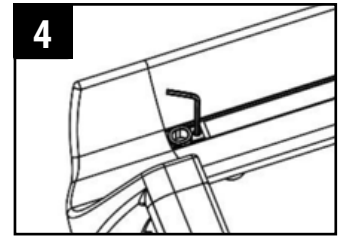

Figura 4
3). Inserire a fondo gli occhielli di fissaggio sull'estremità dei binari e stringere le viti con la chiave a brugola (figura 4).